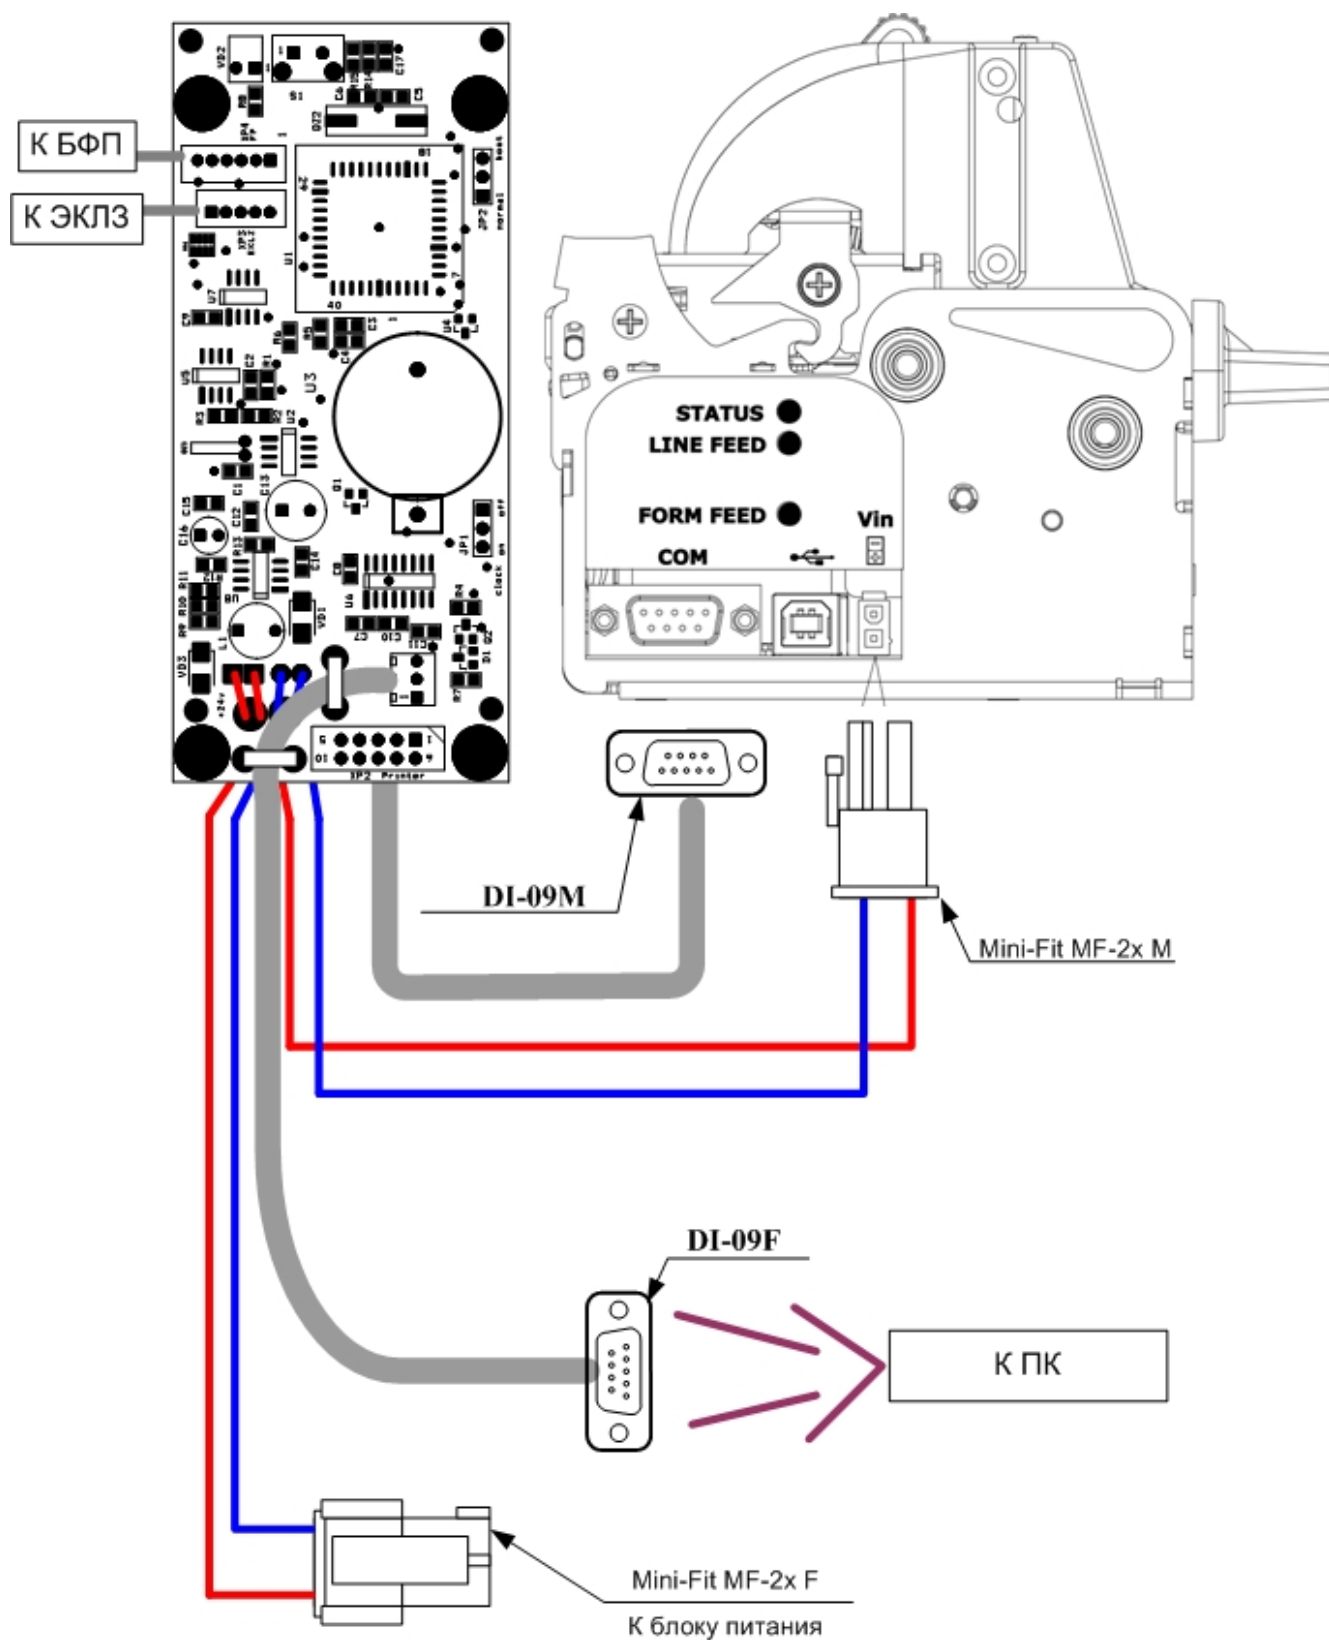

Рисунок 15 – Схема подключения.
- 4.3. Подключите фискальный блок к принтеру по схеме, приведённой на рис. 15 (корпус фискального блока условно не показан).